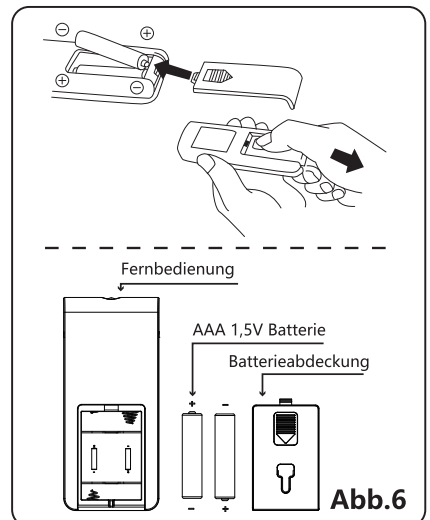

Abb.6
(1) Schieben Sie den Batteriefachdeckel zurück.
(2) Legen Sie die Batterien ein und achten Sie darauf, dass sie wie in Abb. 6 gezeigt platziert werden.
(3) Bringen Sie die Batterieabdeckung wieder an.